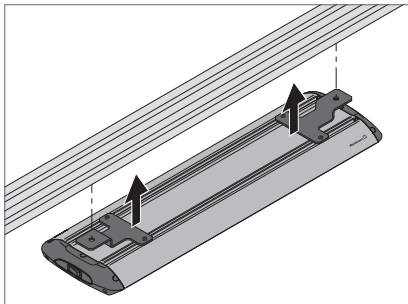
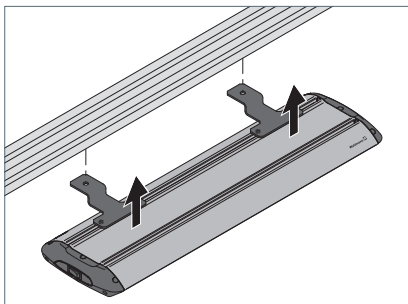

Fig. 8: Leuchte mit Montageart „Oben, fest“ montieren, Möglichkeit 1.
Fig. 9: Leuchte mit Montageart „Oben, fest“ montieren, Möglichkeit 2.
- ▶ Montieren Sie die Leuchte mit geeigneten Schrauben an die Montagefläche und ziehen Sie die Schrauben fest, siehe Fig. 8 oder siehe Fig. 9.